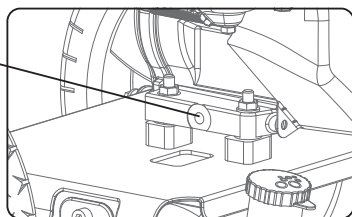

Fig. 15
► Placez un bac récepteur à huile sur le sol pour recueillir l'huile. Enlevez l'écrou de vidange d'huile situé sur la socle du carter moteur (fig 15) , puis inclinez la laveuse à pression vers l'arrière et sur le côté pour vider l'huile complètement.